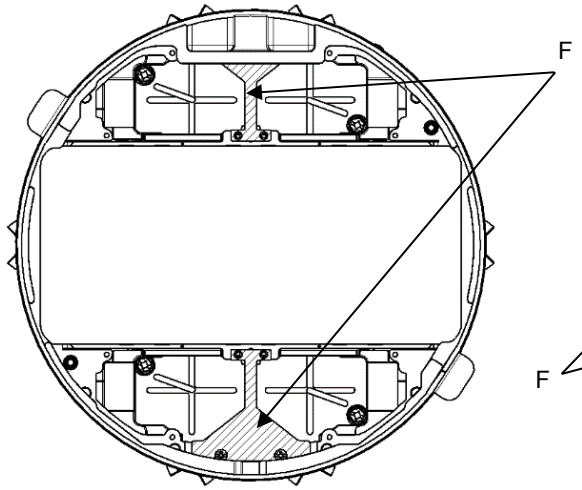
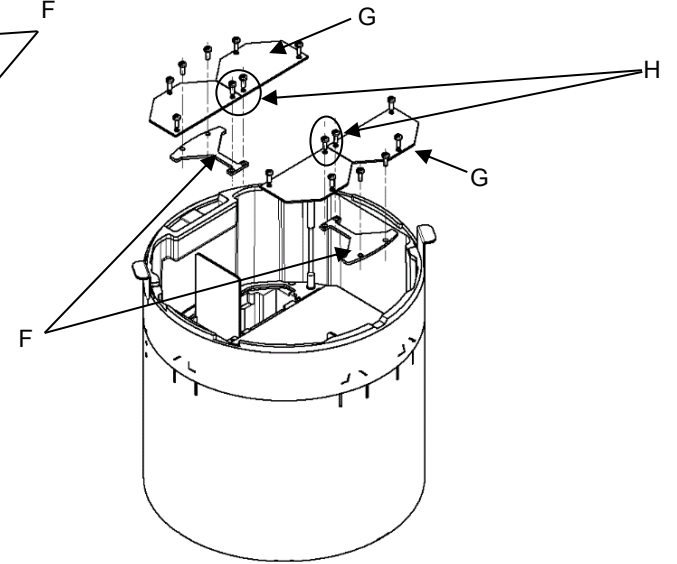

Fig. 5
Fig. 6
Install perimeter device bracket(s) (F) noting orientation as shown in Fig. 5. Cover plates (G) S1R10PSPxxx series, purchased separately, to be installed above perimeter device bracket(s) (F). Screws (H) (Fig. 6) to be installed on perimeter cover plates S1R10PSPxxx series.
Fixer les supports (F) des dispositifs périphériques en tenant compte de la position illustrée à la Fig. 5. Les plaques (G) de la série S1R10PSPxxx, achetées séparément, seront installées au-dessus des supports de dispositifs (F). Les vis (H) (Fig. 6) doivent être fixées sur les couvercles périphériques de la série S1R10PSPxxx.
Instalar los soportes de dispositivo perimetral(es) (F) observando la orientación como se muestra en la Fig. 5. Las placas de cubierta (G) de la serie S1R10PSPxxx, compradas por separado, que se instalarán por encima del soporte(s) del dispositivo perimetral (F). Los tornillos (H) (Fig. 6) para instalar las placas de cubierta del perímetro de la serie de S1R10PSPxxx.